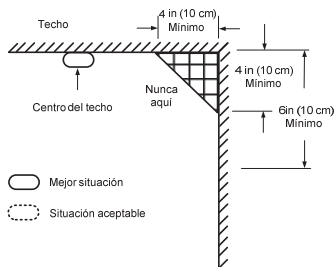
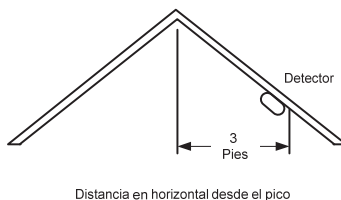

Figura 3: Recomendaciones sobre las ubicaciones de instalación recomendadas para instalar detectores de humo y calor.
Figura 4: Ubicación de instalación recomendada para detectores de humo y calor en habitaciones con techos inclinados o abuhardillados (inclinación >20 grados).
- Instalar detectores de humo y calor lo más cerca posible del centro del techo. Si no es posible, instalar el detector como mínimo a 30 cm de las paredes o esquinas, no más cerca (*ver la Figura 3*).
- Si no es posible instalar el dispositivo en el techo y las autoridades locales o nacionales le permiten instalar detectores en las paredes, montarlos en las paredes a una distancia de 30 cm–50 cm del techo (*ver la Figura 3*).
- Si su casa tiene un techo inclinado o abuhardillado, intentar instalar los detectores a 90 cm del punto más elevado del techo, midiendo en horizontal (ver la Figura 4).
- En zonas con aire estancado, como debajo de tejados en punta o en rincones entre las paredes y el techo. El aire en calma puede impedir que el humo llegue al detector (*ver la Figura 3 y la Figura 4 para conocer las ubicaciones de instalación recomendadas*).